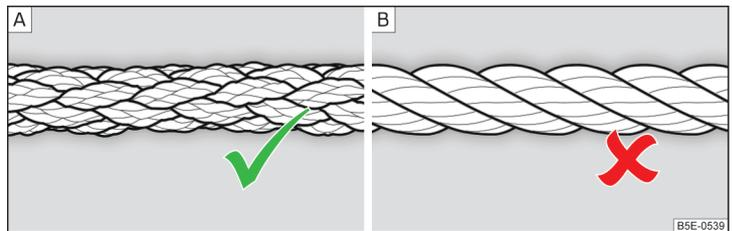

Abb. 167 Geflochtenes Abschleppseil / Gewundenes Abschleppseil
Zum Abschleppen mittels eines Abschleppseils nur ein geflochtenes Kunstfaserseil » Abb. 167 - [A] verwenden » [!]
- Zum Abschleppen ist kein gewundenes Abschleppseil zu verwenden » Abb. 167 - [B], die Abschleppöse könnte sich am Fahrzeug herausdrehen - es besteht Unfallgefahr.